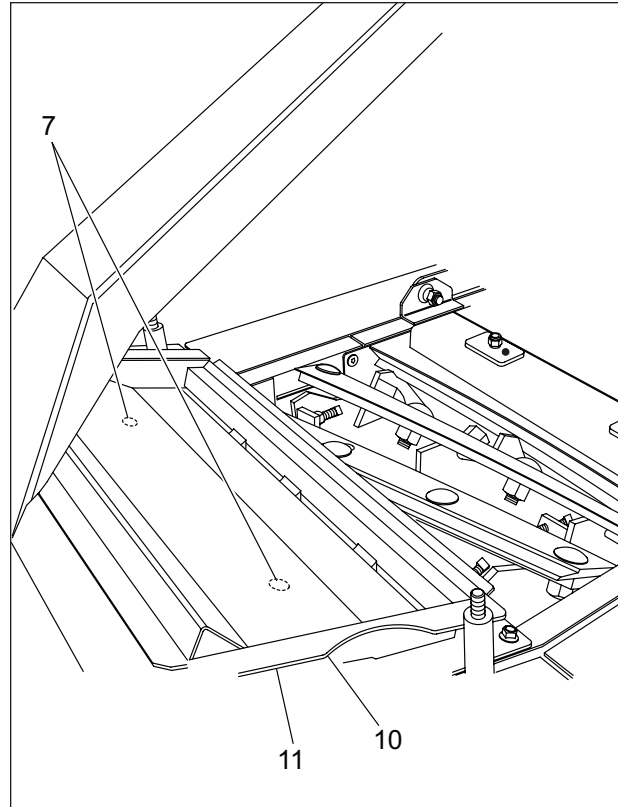

Figure 151 Utiliser les trous au dessus pour vérifier le dégagement
**NOTE :** Il est possible de vérifier le dégagement zéro à chaque extrémité des couteaux en tenant une lumière au dessus des rouleaux d'alimentation et en regardant à travers le trou au dessus (figure 151 - item 7).
Pour faciliter l'ajustement, retirer le couvercle de la tête de coupe et le garde utilisé comme support pour le couvercle de la tête de coupe (items 10 et 11 à la figure 151).
**NOTE :** Le nettoyeur (item 1) devrait être ajusté à un maximum de 0,005" (0,12 mm) du rouleau d'alimentation lisse afin d'empêcher le matériel de s'accumuler entre ces deux composantes. Il est recommandé de vérifier et repositionner le nettoyeur à chaque 100 heures d'utilisation.